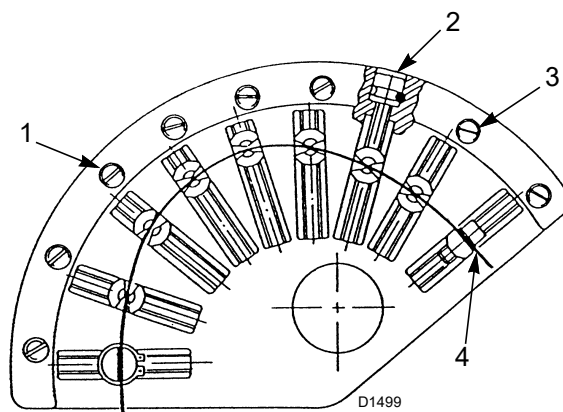

Abb. 26
Das Ausgangsprofil des Nockens 1)(Abb. 26) muss durch Drehen der Schrauben 2)(Abb. 26) schrittweise geändert werden.
Zeichenerklärung (Abb. 26)
Für eine bessere Wiederholbarkeit der Einstellung die Drehung der Nockengruppe stoppen, wenn das obere Lager, das am Profil 4)(Abb. 26 auf S. 25) gleitet, mit einer der Stellschrauben 2) übereinstimmt.
Zuerst die Schrauben 3) lockern, dann an den Einstellschrauben 2)(Abb. 26) drehen.
Zuerst die Schrauben 3) lockern, dann an den Stellschrauben 2)(Abb. 26) drehen.
Vergessen Sie nach Erzielung der optimalen Einstellung nicht, die Stellschrauben der Nockenprofile mit den Schrauben 3)(Abb. 26) festzuziehen.
- 80s Der Stellantrieb dreht sich nach links bis zum Winkel, der am Nocken 2)(Abb. 26 auf S. 25) eingestellt ist.